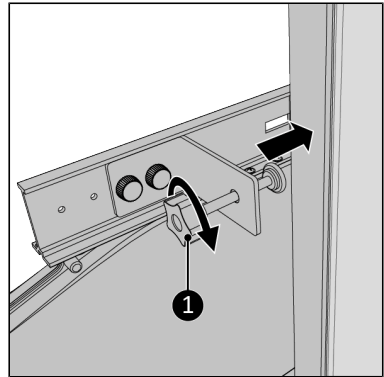

Abbildung 126.
- Schrauben Sie die Klemmschraube vorsichtig am Fensterrahmen fest (Abbildung 126, Pos. 1).